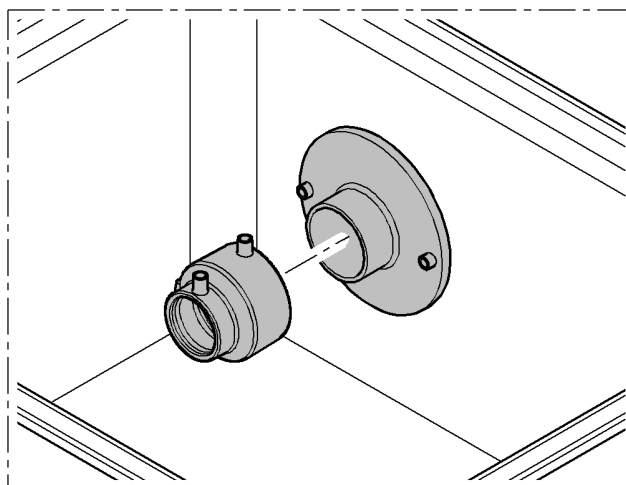

Fig.7
- Inserir a redução na caixa de empanque anteriormente soldada. (Fig.7)